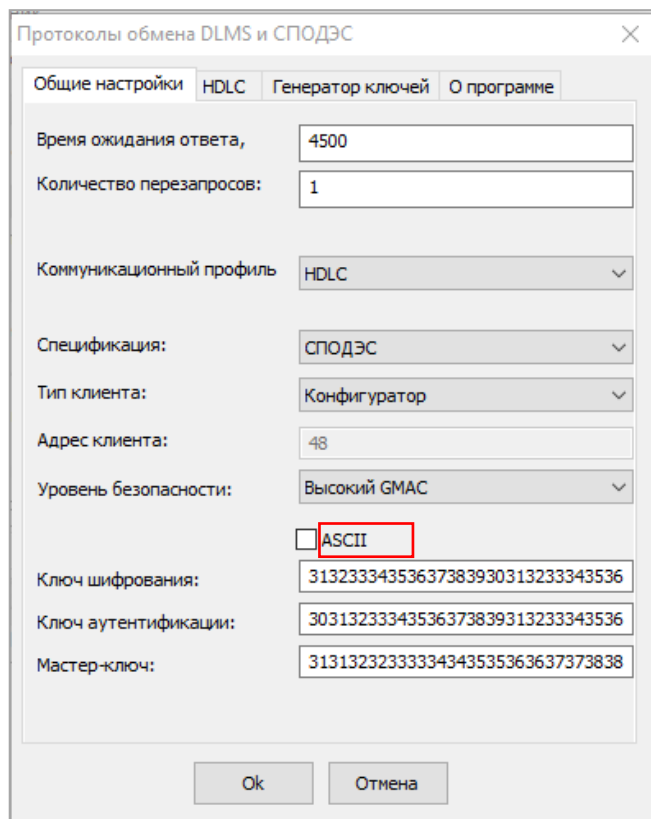

Рисунок 36 - Ввод ключей в виде 8 битных кодов.
- в виде восьмибитных кодов (галочка ASCII выключена) (см. рисунок 36).